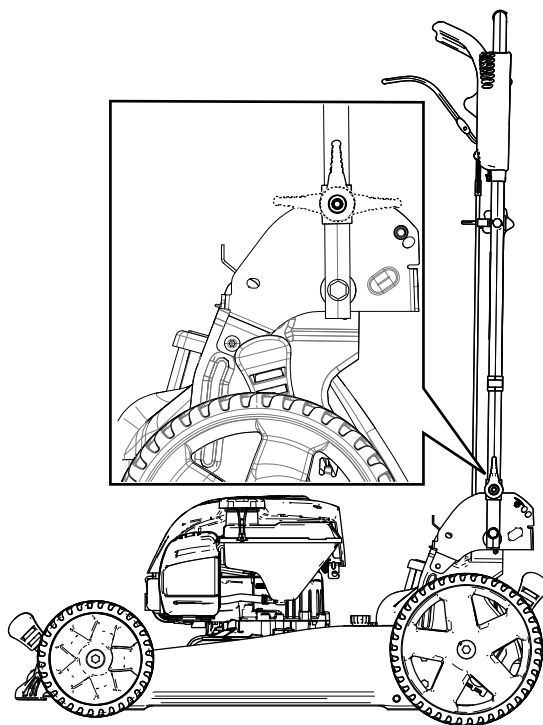

Figura 25
2. Pliegue el manillar hacia adelante, a la posición vertical o a la posición de plegado completo, según se indica en Figura 25.